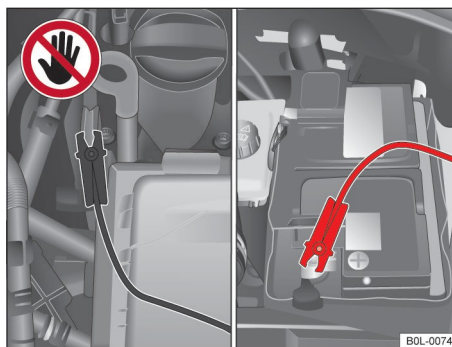

Рисунок 141. Моторный отсек: интерфейс для зарядного устройства или пускового кабеля
- Откройте крышку на положительном электроде → Рисунок 141.